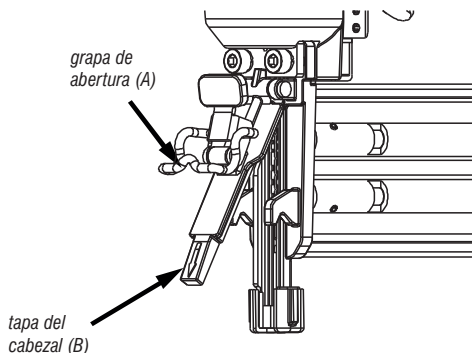

Fig. 11 – Abertura del cabezal
- 3 – Púje la grapa A y abra el cabezal B, Fig. 11;